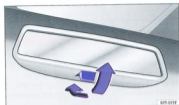

Fig. 68 Rétroviseur intérieur jour/nuit manuel.
- Pour sélectionner la position nuit, tirez le levier vers l'arrière ⇒ fig. 68.